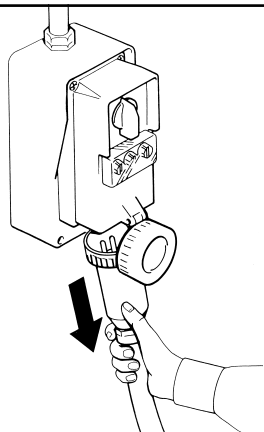

Fig. 2
- Only proceed with inspections, checks, cleaning, maintenance and replacement of parts when the motor-driven vibrator and machine are off and with the plug removed from the current socket (Fig. 2).
- Alle Arbeiten, die Prüfungen, Kontrollen, Reinigungen, Wartungsarbeiten, Ersetzungen und das Austauschen von Teilen betreffen, dürfen erst dann ausgeführt werden, wenn der Unwuchtmotor und die Maschine ausgeschaltet sind und der Stecker aus der Steckdose gezogen wurde (Abb. 2).
- Qualsiasi tipo di verifica, controllo, pulizia, manutenzione, cambio e sostituzione pezzi, deve essere effettuata con motovibratore e macchina spenta con spina staccata dalla presa di corrente (Fig. 2).
courant (Fig. 2).
- Todo tipo de inspección, control, limpieza, mantenimiento, cambio y sustitución de piezas, se deberán efectuar con el motovibrador y la máquina detenidos y con el enchufe desconectado de la toma de corriente (Fig. 2).